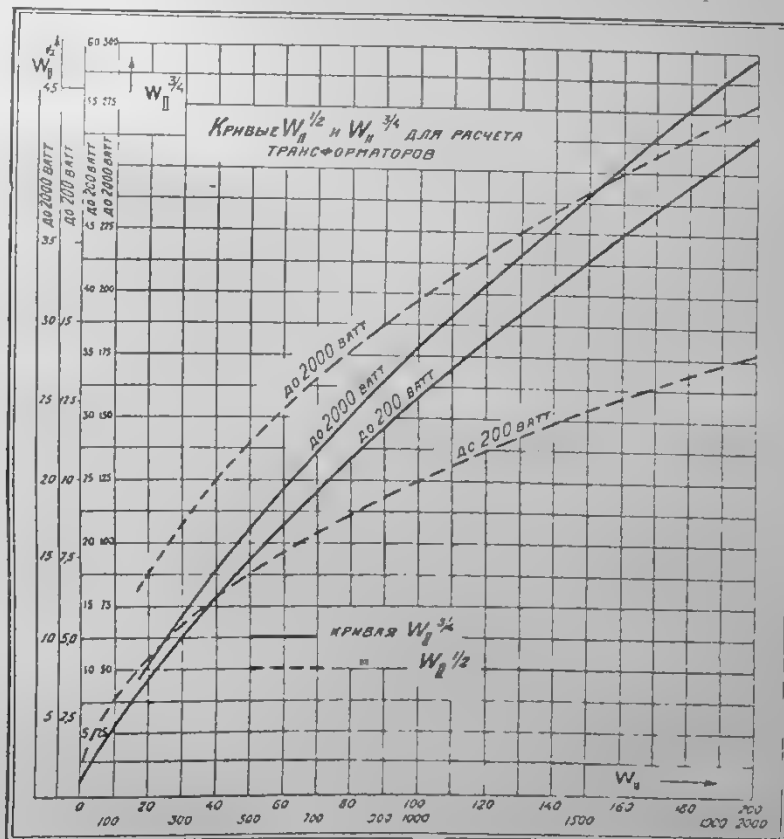

Рис. 8. График для расчета.
1) $W_{II}^{1/2}$ и $W_{II}^{3/4}$ находятся из график рис. 8. Значение $W_{II}^{1/4}$ получим при делении